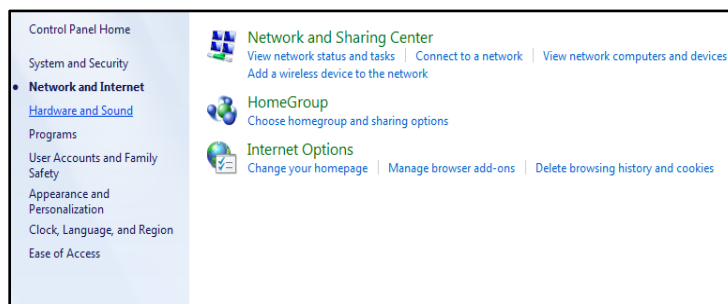

Fig. 5. Accesare placă rețea
- Control Panel – Network and Internet – Network and Sharing Center – Change adapter settings (aici se observă/caută care este placa de rețea conectată) (vezi Fig.5.)